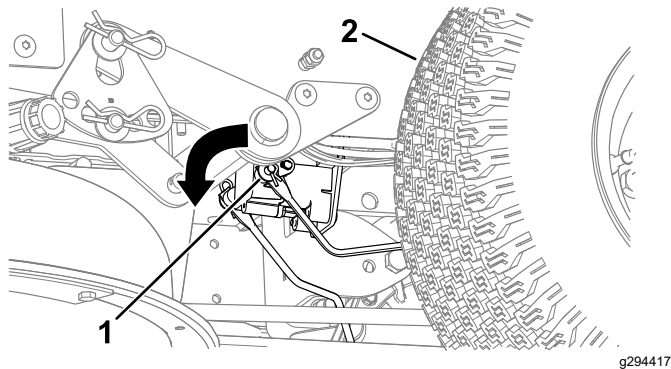

Figura 52
4. Localizați la frâna electrică arborele la care sunt conectate braele de cuplare (Figura 52).
5. Rotii arborele spre față pentru a elibera frâna, așa cum este ilustrat în Figura 52.